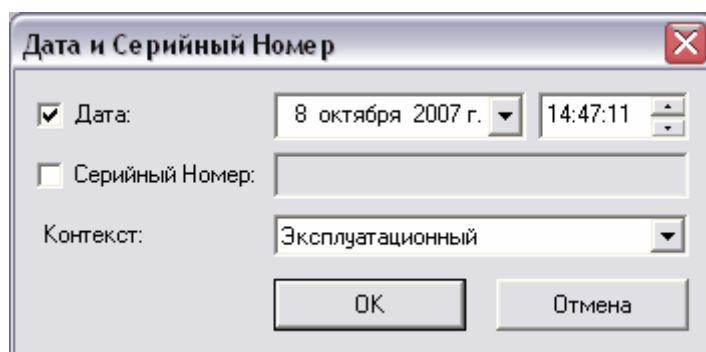

Рис. 77
2. В появившемся окне **Дата и Серийный Номер** (Рис. 77) задайте условия на состав версии изделия.